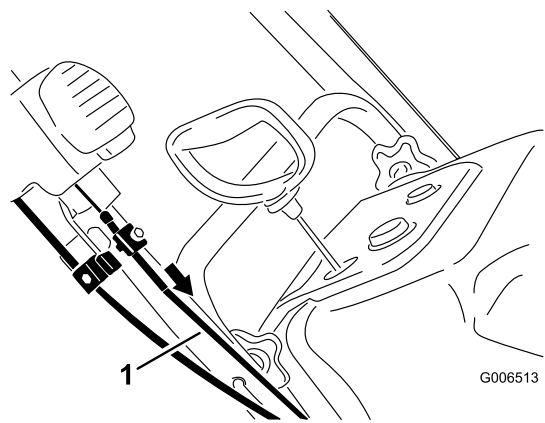

图36
5. 向前拉上拉索套管直至消除拉索中的松弛情况然后牢固上紧上拉索夹上的螺丝图36。